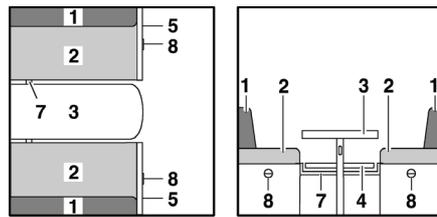

Bild 131 Vor dem Umbau
- Tisch (Bild 131,3) vergrößern und zum Bettunterbau umbauen (siehe Abschnitt 7.8).
- Leiste (Bild 131,7) einlegen oder nach innen ziehen. Die Leiste ist richtig positioniert, wenn sie die Tischplatte ca. 15 - 20 cm hinter dem Tischfuß abstützt.
- Griff (Bild 131,8) ziehen und Klappe (Bild 131,5) öffnen.